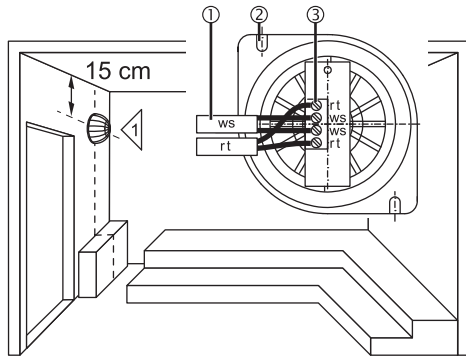

Abb. 7 Montage Ofenfühler F1
1. Schließen Sie die Leitungen (Abb. 7 / Pos. 1) wie bei (Abb. 7 / Pos. 3) gezeigt am Ofenfühler an.
2. Befestigen Sie den Ofenfühler mit den beiliegenden Schrauben, mittig über dem Saunaofen, mit einem Abstand von 15 cm zur Decke, an der Wand. Die Schrauben werden durch die Öffnungen (Abb. 7 / Pos. 2) geführt.
2. Entfernen Sie eine der roten Leitungen des Sicherheitstemperaturbegrenzers (STB) (Abb. 7 / Pos. 3). Danach muss die Steuerung den STB-Fehler (E01) am Display zeigen und der Ofen muss automatisch ausgeschaltet werden.
3. Entfernen Sie eine der weißen Leitungen des Ofenfühlers F1 (Abb. 7 / Pos. 3). Danach muss die Steuerung den Ofenfühler-Fehler (E02) am Display zeigen und der Ofen muss automatisch ausgeschaltet werden.
4. Schließen Sie die Klemmen des Ofenfühlers F1 kurz (Abb. 7 / Pos. 3). Danach muss die Steuerung den Ofenfühler-Fehler (E02) am Display zeigen und der Ofen muss automatisch ausgeschaltet werden.